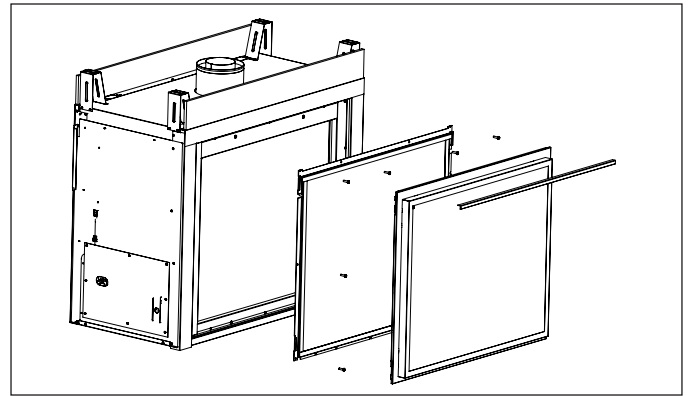

Figure 4.2 Nettoyage des vitres (extérieur)
- Retirez la garniture supérieure en haut de la face décorative extérieure en acier inoxydable. Voir la figure 4.2.
- Soulevez la vitre et retirez-la. Voir la figure 4.2.